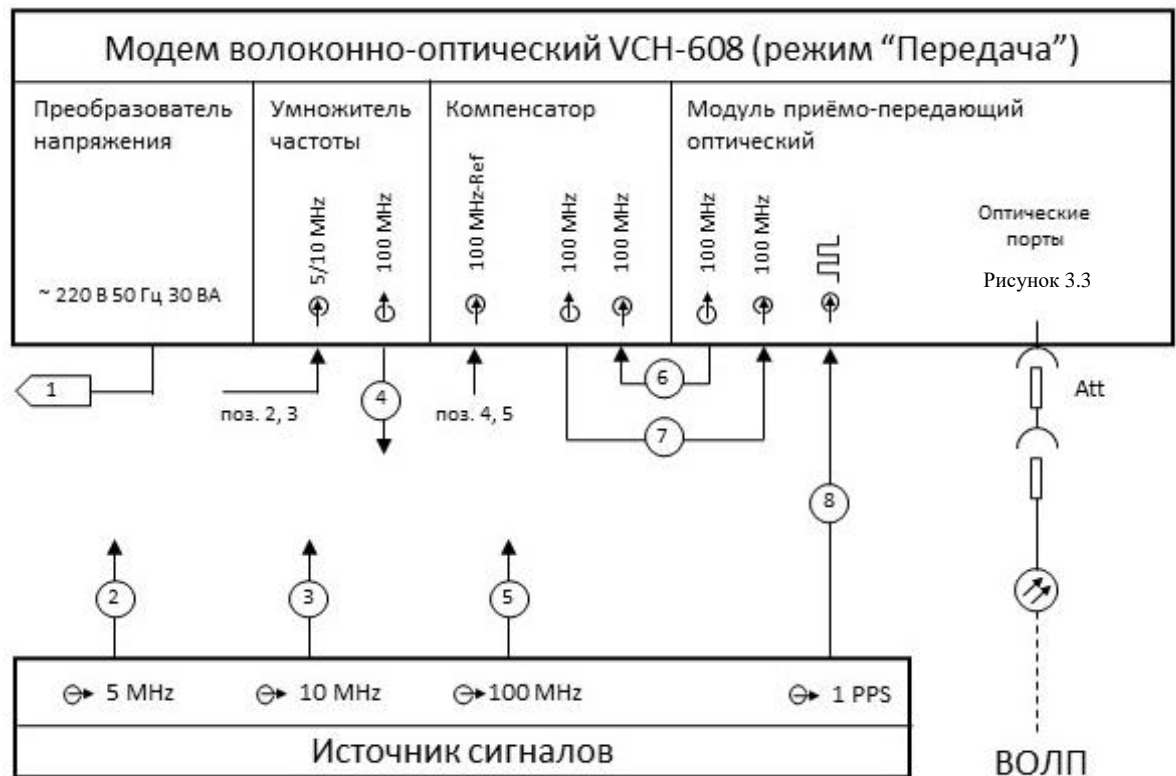

Рисунок 3.9 – Работа модема в режиме «Передача»
3.5.2 Режим «Передача» (Рисунок 3.9)